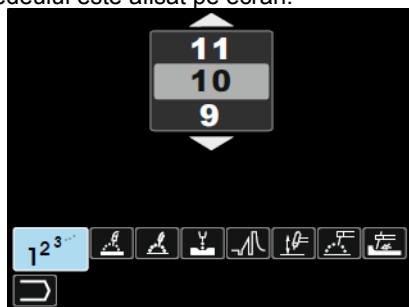

Figura 8.
- Rotiti butonul [11] pentru a alege simbolul functiei de selectare a programului de sudare (figura 8).